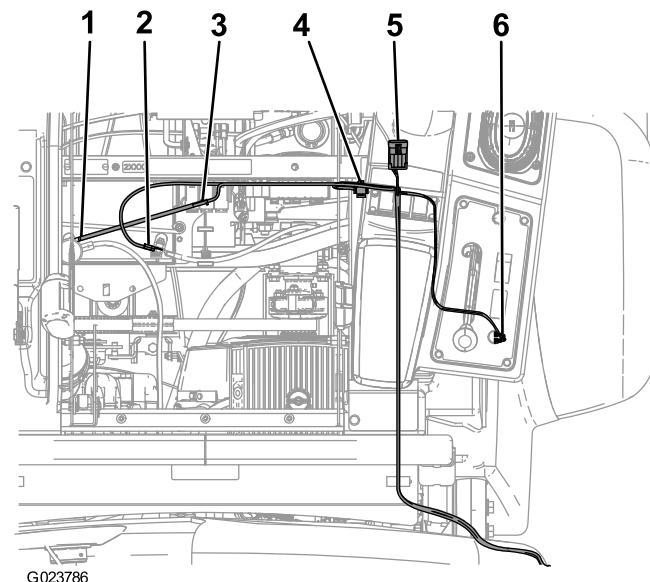

Figura 4
7. Collegate il pulsante dell'avvolgitubi al cablaggio e installate il pulsante e il dado resistente agli agenti atmosferici sul pannello posteriore della console (Figura 4).
9. Collegate il connettore vicino alla spina dell'avvolgitubi sul cablaggio principale, situato sotto la parte anteriore del braccio di controllo (Figura 4).
11. Unite il collegamento fusibile al cavo rosso fissato al morsetto positivo (+) della batteria (Figura 4).
12. Collegate l'ultima estremità del cablaggio alla terra del portafusibili (Figura 4).